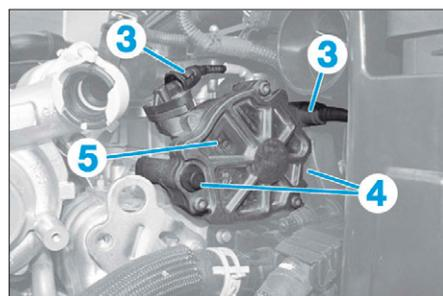

FIG. 26
- Désaccoupler les raccords (3).
- Déposer les vis (4) puis la pompe à vide (5) (Fig.26).